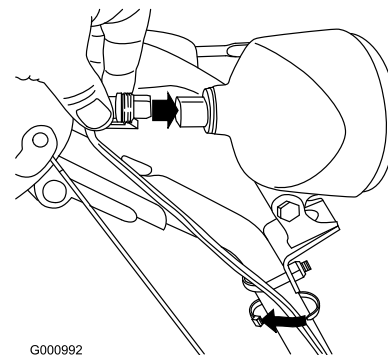

Figure 12
1. Branchez directement le connecteur qui est au bout du fil à l'arrière du phare et enfoncez-le bien en place (Figure 12).
Remarque: Assurez-vous que l'attache en plastique du connecteur se trouve en bas (Figure 12).
2. Attachez un serre-câble (pris dans le sachet de pièces détachées) autour du câble et du guidon à environ 2,5 cm au-dessous de l'étrier fileté (Figure 12).